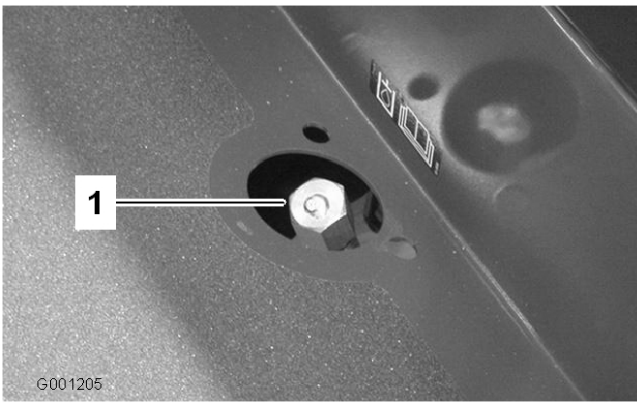

Bild 24
2. Nehmen Sie den Peilstab vom Einfüllstutzen (Bild 24) und wischen Sie den Stab mit einem sauberen Lappen ab. Schrauben Sie den Peilstab auf dem Einfüllstutzen mit der Hand fest. Nehmen Sie ihn dann heraus und prüfen Sie den Ölstand. Wenn der Ölstand nicht 13 mm von der Kerbe am Peilstab ist, füllen Sie eine ausreichende Menge von Qualitätshydrauliköl ein, um den Stand auf die Kerbenmarke anzuheben. Füllen Sie nicht zu viel ein.